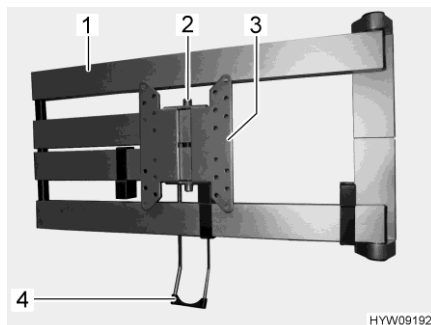

Bild 46 Ledad arm
- Dra i frigöringsbygeln (Bild 46,4). Den ledade armen (Bild 46,1) är upplåst.